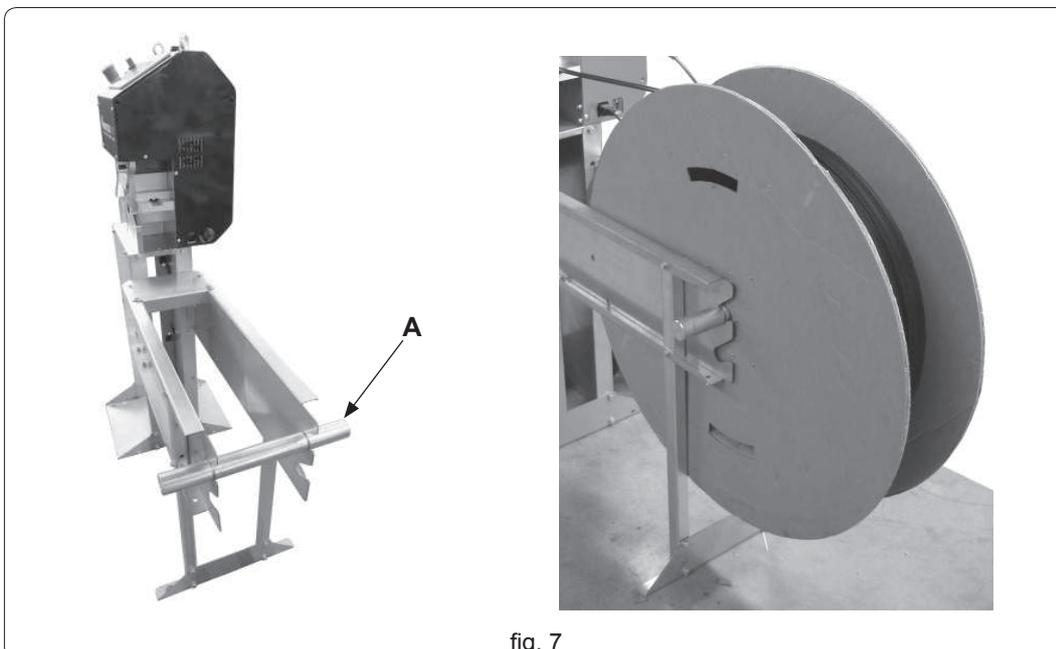

fig. 7
- Prelevare il perno (fig. 7 rif. A) dal proprio alloggiamento e inserirlo nella bobina.
ATTENZIONE: la bobina deve rispettare le dimensioni riportate nei “Dati tecnici” (cap. 1.10) in modo che ruoti in modo scorrevole sul perno (fig. 7 rif. A) ed evitare che il motore sforzi nel trascinamento e le misure risultino falsate.